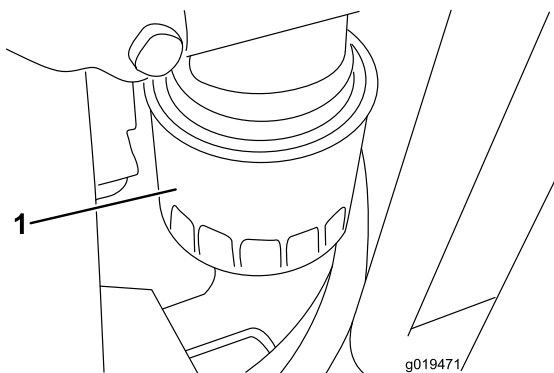

Figura 52
2. Togliete il filtro dell'olio (Figura 52). Applicare un velo di olio pulito sulla tenuta del nuovo filtro prima di avvitare. Non serrate eccessivamente il filtro.